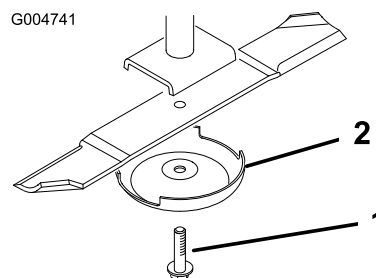

Figura 88
3. Togliete il bullone, la coppa antistrappo e la lama dall'asse del mandrino (Figura 88).